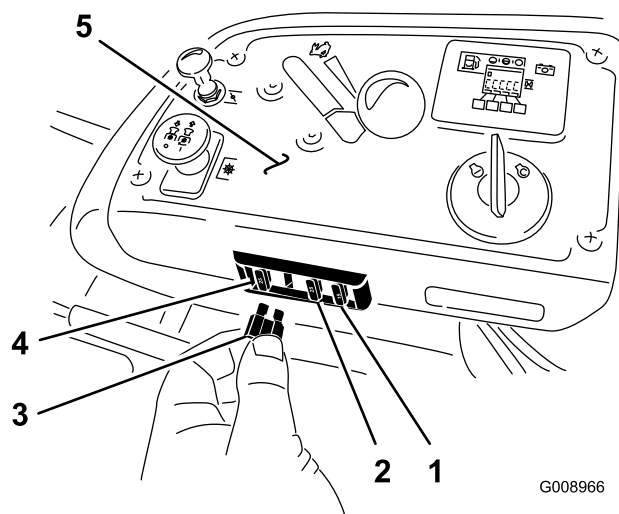

Figura 69
1. Os fusíveis encontram-se no lado direito da consola perto do banco (Figura 69).
3. Instale um novo fusível (Figura 69).